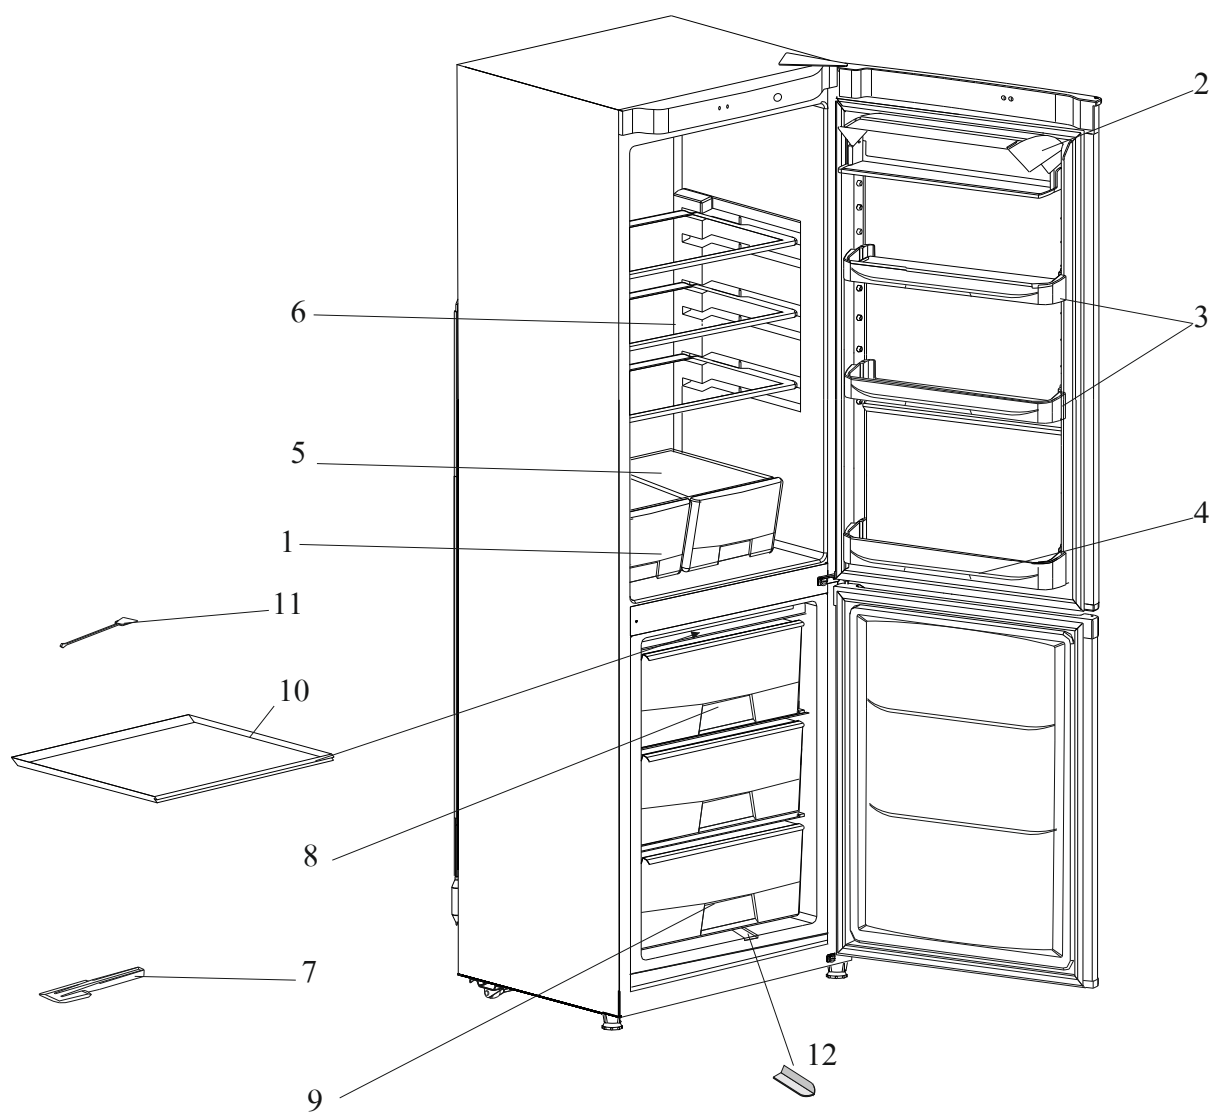

Рис. 1 Схема расположения отделений холодильника
-установить лоток 14 (рис.1) в специальный паз на дне морозильной камеры, направив его в любой сосуд, предварительно установленный на полу.
При образовании незначительного снегового покрова на внутренних поверхностях морозильной камеры его можно удалить с помощью лопатки (рис.1), не приурочивая это ко времени оттаивания морозильной камеры.